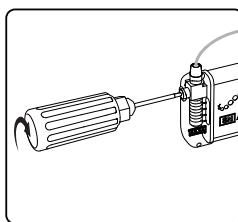

Figura 6: Asegure el electrodo apretando el tornillo de fijación en el sentido de las agujas del reloj sobre el manguito de retención.
5. Inserte por completo la llave dinamométrica en el orificio del bloque del conector del neuroestimulador. Apriete el tornillo de fijación girando la llave dinamométrica en el sentido de las agujas del reloj hasta que haga un clic (**Figura 6**).